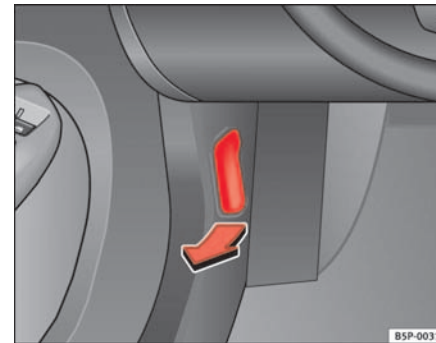

Abb. 158 Ausschnitt aus dem Fußraum auf der Fahrerseite: Entriegelungshebel für die Motorraumklappe
- Ziehen Sie den Hebel unter der Instrumententafel ⇒ **Seite 219, Abb. 158** in Pfeilrichtung. Die Motorraumklappe wird durch Federwirkung entriegelt ⇒ .